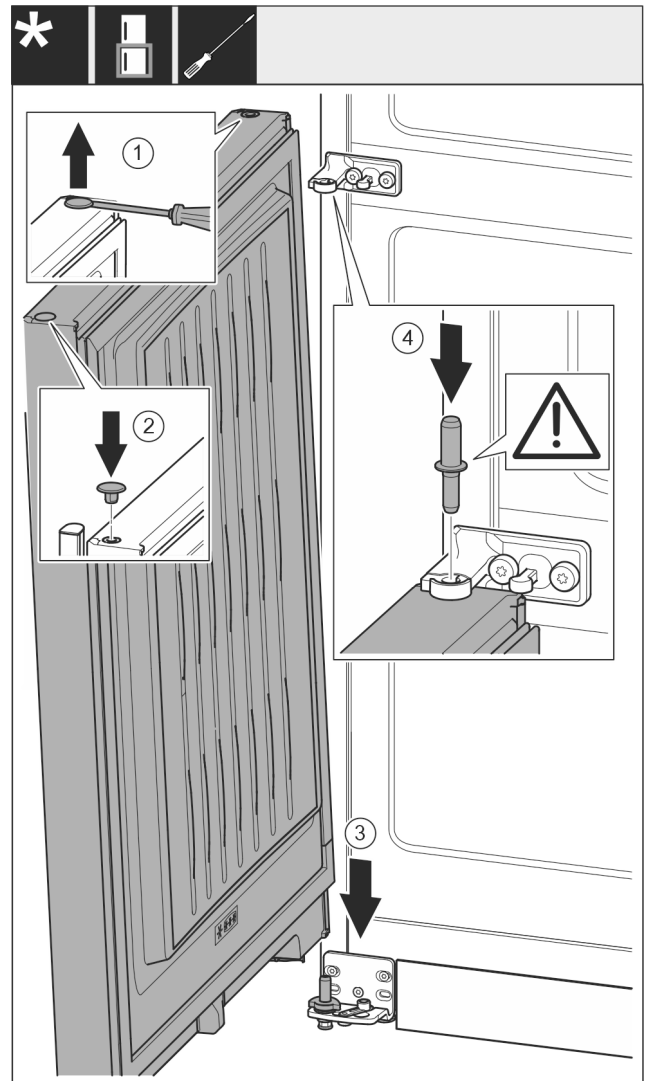

Fig. 22
- За допомогою шліцьової викрутки обережно підніміть пробку Fig. 22 (1) та витягніть її.
- Знову вставте пробку Fig. 22 (2) з іншого боку дверцят.
- Встановіть дверцята Fig. 22 (3) зверху на нижній опорний гвинт.
- Середній опорний гвинт Fig. 22 (4) встановіть в нижні дверцята через середній опорний кронштейн. При цьому виступ фіксатора повинен бути спрямований назад.